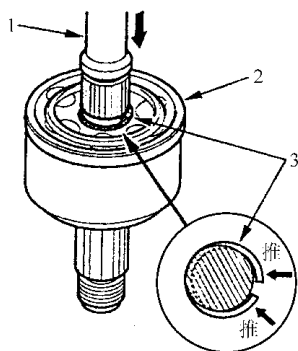

图 6-80 将半轴插进外球笼内
6) 如图 6-80 所示,将半轴插进外球笼内,直至止动环接近接头。